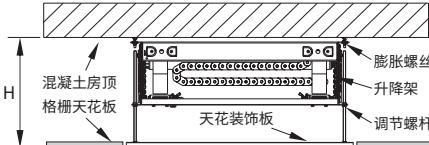

图3 普通高度天花的安装方式
- A. 如果 $H < H1$ (假设H2调至最长状态) , 可以直接把升降架安装到混凝土房顶上, 见图3;